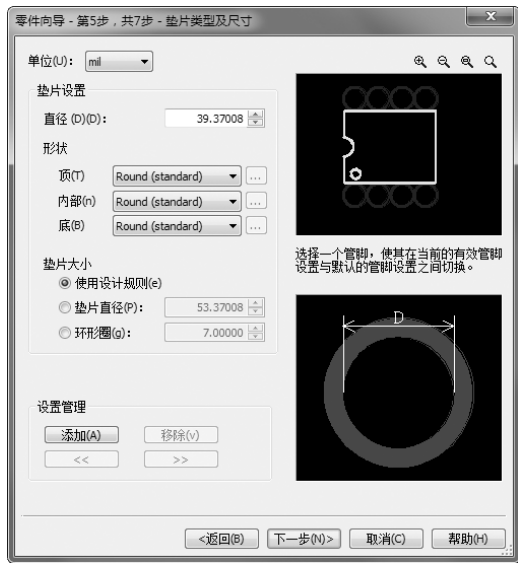

图 14-5 垫片大小设置界面
5) 单击“下一步”按钮，进入垫片大小设置界面，如图 14-5 所示。这里使用默认设置。